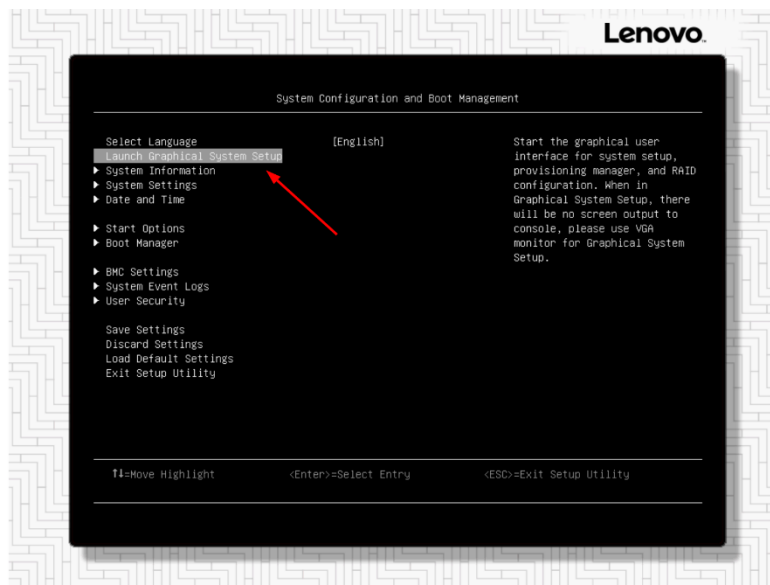

图 3: ThinkSystem 服务器 UEFI 设置程序
3. 如果显示文本模式为 UEFI 设置，请选择启动图形化系统设置选项，如图 3 所示；